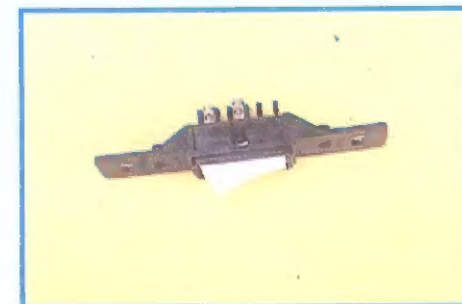

Figura 29 - Chave de alavanca "silentoque"
- chave de alavanca do mesmo tipo que a primeira, de mecanismo bem mais suave, conhecida pelo nome comercial de "silentoque" (figura 29).